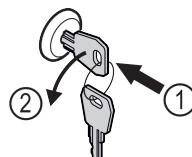

Fig. 162
- Zatlačte kľúč. Fig. 162 (1)
- Otočte kľúč o 90° v protismere hodinových ručičiek. Fig. 162 (2)